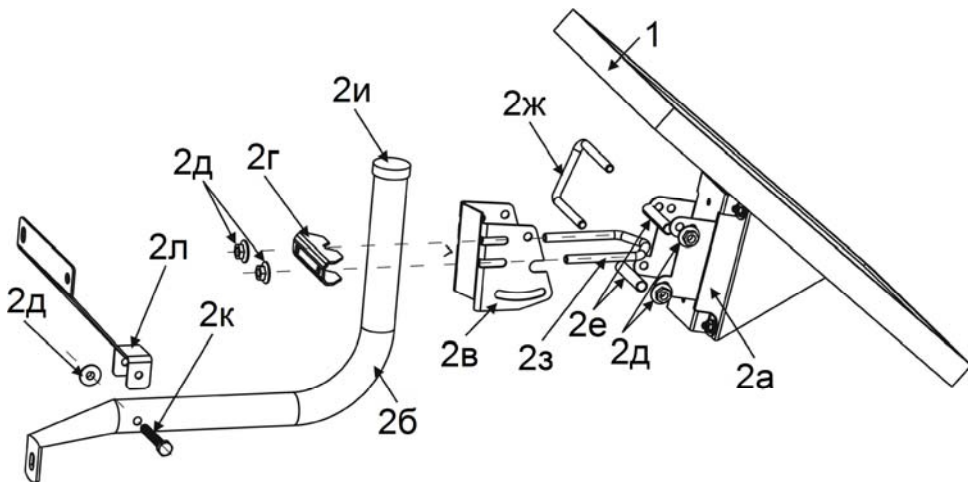
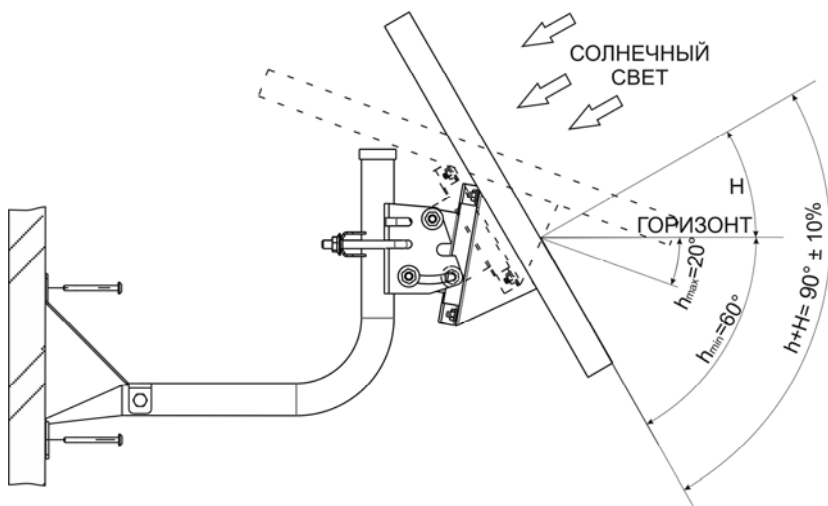

Рисунок 1 - общий вид изделия
Рисунок 2 – установка изделия
Несущая конструкция изделия представляет собой опорный кронштейн 3 смещенный с поворотным кронштейном 4 предназначенным для задания необходимого положения фотоэлектрического модуля 1 (далее по тексту: ФМ) в вертикальной и горизонтальной плоскости (см. рисунок 1).
- закрепить опорный кронштейн (поз. 2б, 2д, 2и, 2к, 2л см. рисунок 1) на стене или любой другой вертикальной плоскости, предварительно произведя разметку под крепление (к стене либо другой вертикальной конструкции) в соответствии с расположением крепежных отверстий (см. рисунок 2);
- зафиксировать ФМ на опорном кронштейне, собрав конструкцию (см. рисунок 1). Установить между щеками поворотного кронштейна 2в щеки опоры 2а и закрепить хомутом 2ж, вставив между щеками опоры распорные втулки 2е и установить снаружи гайки М8 с насечкой 2д.
Наиболее эффективная работа происходит при полном освещении ФМ и перпендикулярном падении солнечных лучей на модуль (см. рисунок 2).
Рекомендуем изменять угол наклона солнечной батареи дважды в год, летом и зимой (см. рисунок 2). Небольшие отклонения до 5-10 градусов от оптимальных значений несущественно сказываются на эффективности генерации.